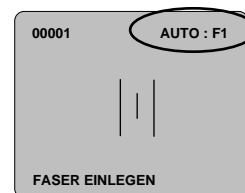

Abbildung 10
4.3 Prüfen Sie den LCD-Status, um sicherzustellen, daß das automatische Spleißprogramm gewählt ist (siehe Abb. 10). Gegebenenfalls Arbeitsschritt 3.11 ausführen, um den automatischen Spleißbetrieb zu aktivieren.